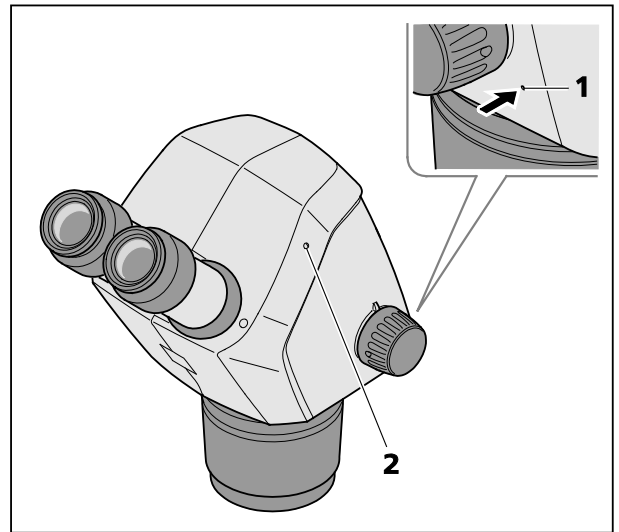

图 10 内置相机的重置
- 用一个掰开的曲别针长按重置按钮(图 10/1)至少 10 秒。
在重置过程中相机的 LED 状态灯首先熄灭,然后闪烁两次。相机初始化结束后,LED 状态灯(图 10/2)一直亮起。